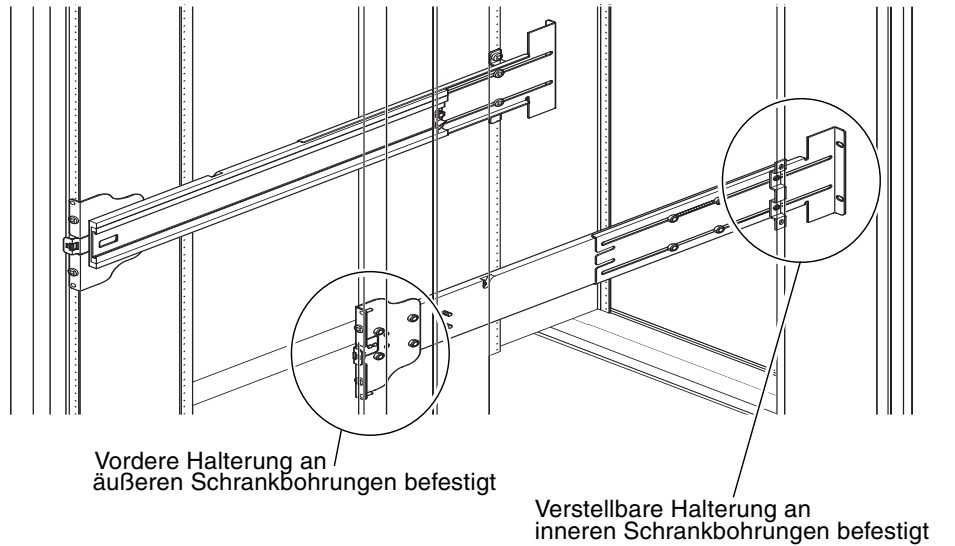

ABBILDUNG 1-6 Montieren der Gleitschienenmodule in einem Sun Fire-Schrank
3. Stecken Sie die Stifte in der vorderen Halterung in die Schrankbohrungen 22 und 33 (ABBILDUNG 1-6).
3. Stecken Sie die Stifte in der vorderen Halterung in die Schrankbohrungen 58 und 69 (ABBILDUNG 1-6).